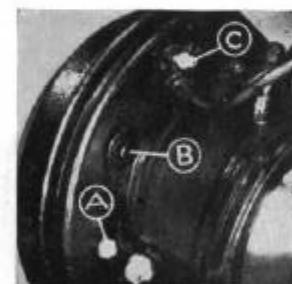

Fig. 69. Ajuste de los frenos delanteros y traseros (Modelo 88) y delanteros (Mod. 109).
- Haciendo girar la rueda, separada del suelo, se apretará el tornillo de ajuste B (fig. 69) hasta que el forro comience a rozar contra el tambor, y luego se aflojará lo suficiente para que pueda volver a girar libremente.
- Se empalmará el extremo de una tubería de goma a la válvula de purga de la rueda *delantera derecha* (fig. 69), y el otro se sumergirá en una vasija de cristal conteniendo líquido de freno.